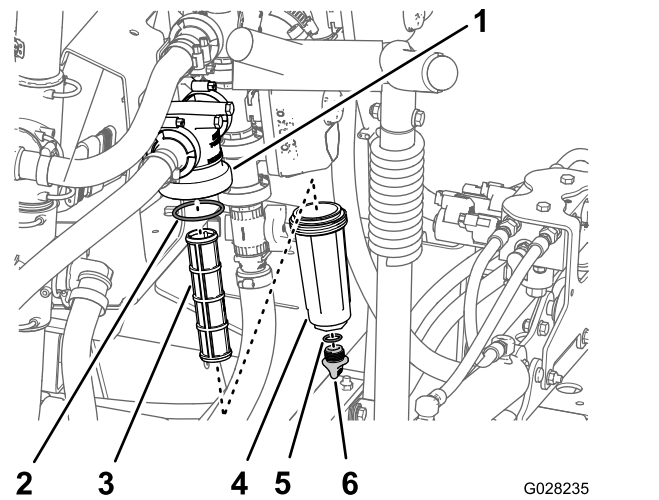

Bild 97
3. Drehen Sie die Ablassschraube nach links und nehmen sie von der Glocke des Druckfilters ab (Bild 97).
4. Drehen Sie die Glocke nach links und nehmen sie vom Filterkopf ab (Bild 97).
5. Entfernen Sie den alten Druckfiltereinsatz (Bild 97).
6. Überprüfen Sie den O-Ring für die Ablassschraube (in der Glocke) und den O-Ring für die Glocke (im Filterkopf) auf Beschädigungen und Abnutzung (Bild 97).
7. Setzen Sie den neuen Druckfiltereinsatz in den Filterkopf ein (Bild 97).
8. Befestigen Sie die Glocke am Filterkopf und ziehen sie mit der Hand an (Bild 97).
9. Setzen Sie die Schraube in die Schale ein und ziehen Sie sie mit der Hand fest (Bild 97).
2. Stellen Sie eine Auffangwanne unter den Druckfilter (Bild 97).